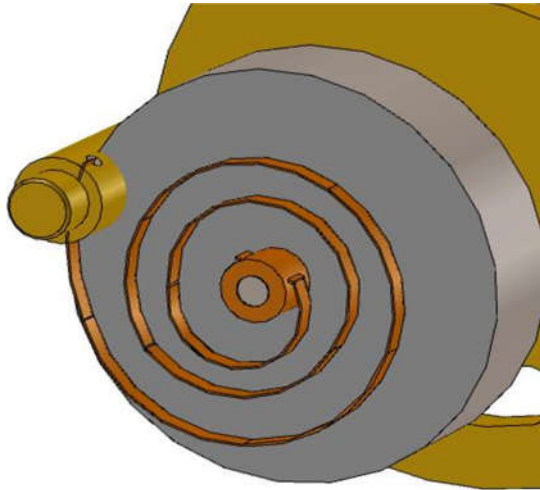
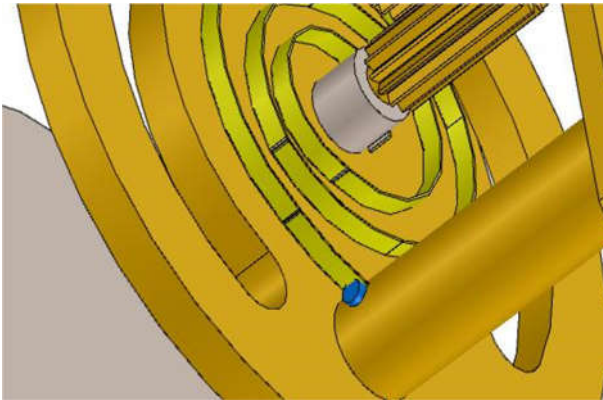

图 6
图 7
3. 画游丝再固定(可在底盘下面单独用“扫描向导”画出，然后用“三维球”将游丝及固定套移动到位，再固定。图 6 图 7，) 最后按前方法安装压板。即完成机芯图。见图 8.
1) “文件” — “输出” — “动画”，按如下项目保存成 gif 格式。(图 6)
2) 点“循环动画”，确定。(图 7)
3) 点“开始”制作连续动画 (图 7; 8)
5. 确定，的链轮，渲染（图6）。
6. 三维球拷贝另一链轮，拷贝内外2链节，为装配用。（图7）